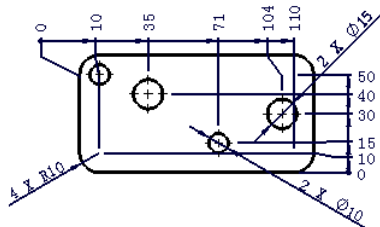

图 6.4.5 以尺寸链的方式生成尺寸
- ☒ **尺寸链**：以尺寸链的方式生成尺寸，如图 6.4.5 所示。